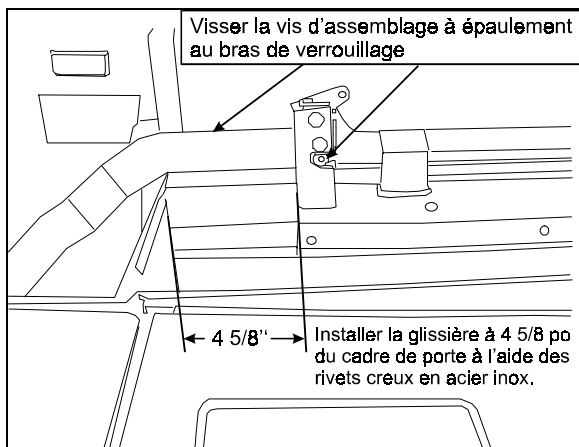
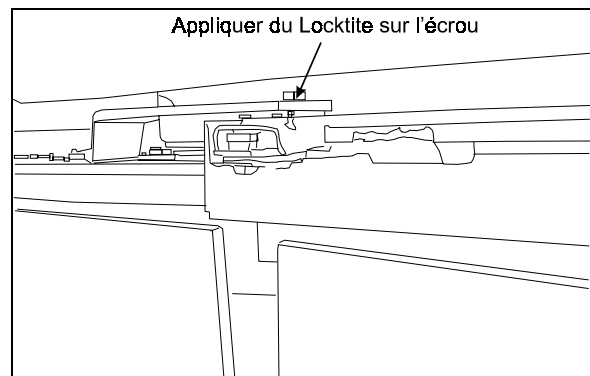

FIGURE 12
FIGURE 13
5. Fixer la glissière et le bras de la glissière à l'aide de la vis d'assemblage à épaulement et de la rondelle (figure 12). Appliquer du Locktite sur l'écrou (figure 13).